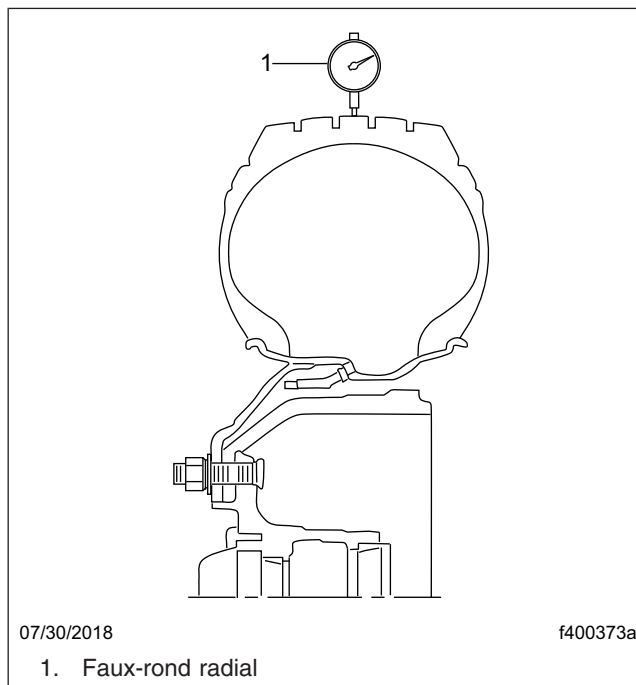

Fig. 10, Vérification du faux-rond radial des roues
4. En commençant par la roue avant droite, utilisez une jauge de contrôle de voile pour contrôler le faux-rond radial. Reportez-vous à la **figure 10**. Notez la mesure en vue d'une utilisation ultérieure pour éviter toute réclamation pour cause de vibrations.